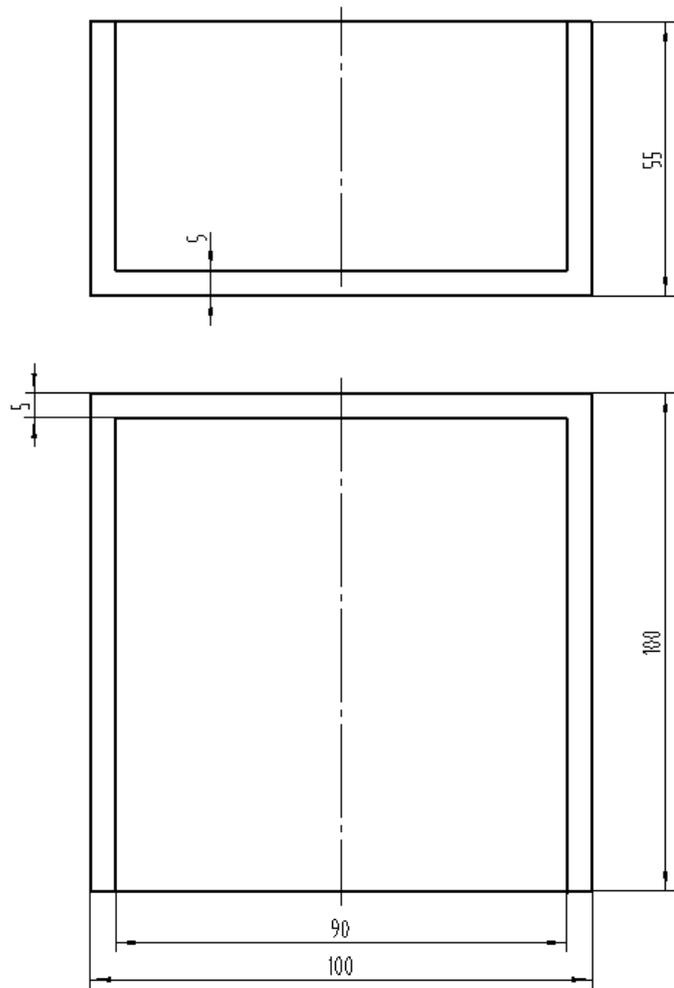

图4 零件分类放置盒
5、 分拣后零件放置在如图 4 所示盒子内，开口向左放置，材质不限。
7、 分拣后的零件放置盒，参赛者可以自行按照图 4 尺寸、结构制作，可以自带。